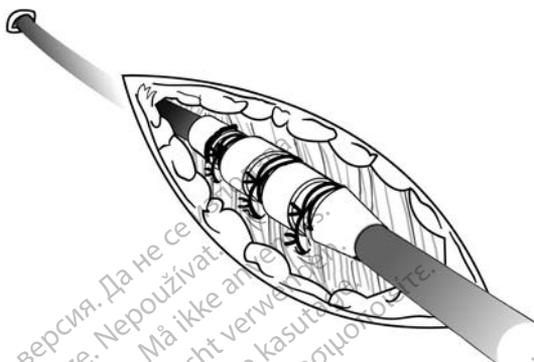

Figura 11. Ejemplo de manguito de sutura, técnica de implantación percutánea
1. Pele la vaina introductora y deslice el manguito de sutura profundamente en el tejido (Figura 11 Ejemplo de manguito de sutura, técnica de implantación percutánea en la página 27).